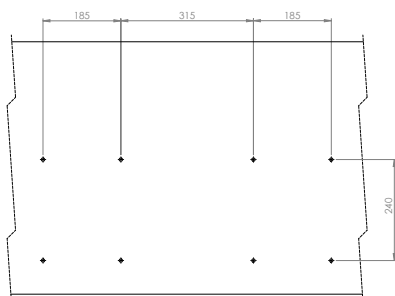

Figura 2 – Marcações de furação
2. Com o suporte posicionado, faça marcações nos locais de furação. São quatro furos por peça. Caso o espaçamento entre as peças seja 500mm, as dimensões ficarão conforme Figura 2.